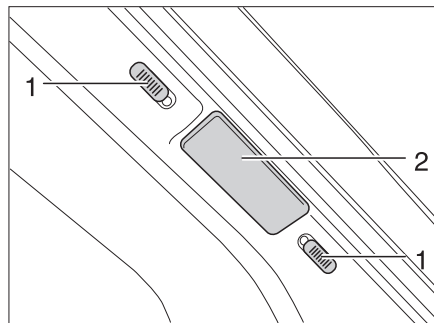
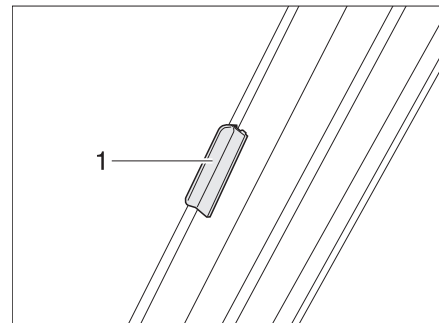

Bild 31 Verriegelung faltverdunklung Frontscheibe
Bild 32 Verriegelung faltverdunklung Frontscheibe (I-Modell)
- Die beiden Hälften der faltverdunklung für die Frontscheibe am Griff (Bild 31,2 und Bild 32,1) bis zum Anschlag nach außen schieben.
- Die Verriegelungsknöpfe (Bild 31,1) nach unten bzw. nach oben schieben. Wenn der rote Punkt sichtbar ist, ist die Verriegelung offen.